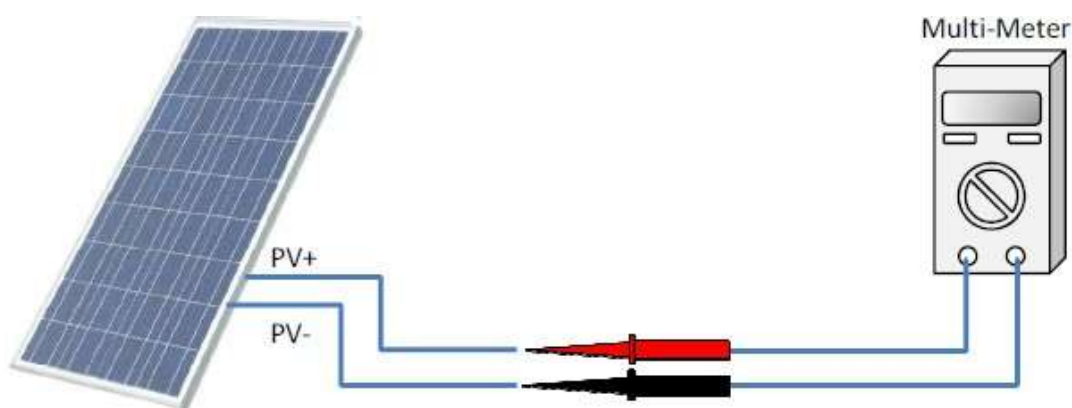

Figura 4-9 Comprobación de la polaridad
- Compruebe la polaridad antes de terminar los cables CC de las cadenas fotovoltaicas siguiendo los pasos que se indican a continuación, tal y como se muestra en la figura 4-9: